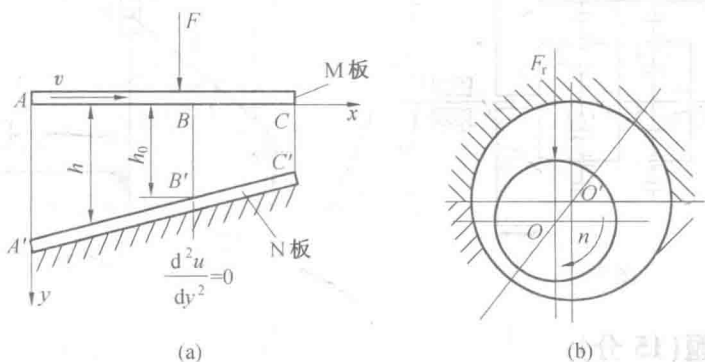

图1
4. 如图1所示,已知图1(a)、(b)均能形成流体动压润滑。图1(a)为流体动压形成原理图,图1(b)为动压径向滑动轴承示意图。要求:(1)请在图1(a)上的A—A'、B—B'、C—C'截面处分别画出层流流体流速 u 沿 y 方向变化曲线,并在M板上画出油膜压力分布曲线;(2)请在图1(b)的轴瓦圆周上画出轴颈反受流体动压力的分布曲线。